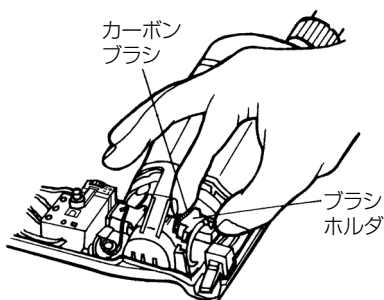

図 23
- (2) ブラシホルダをドライバーの先などで持上げカーボンブラシを押さえながらブラシホルダをハウジングから取出します。（図 23）